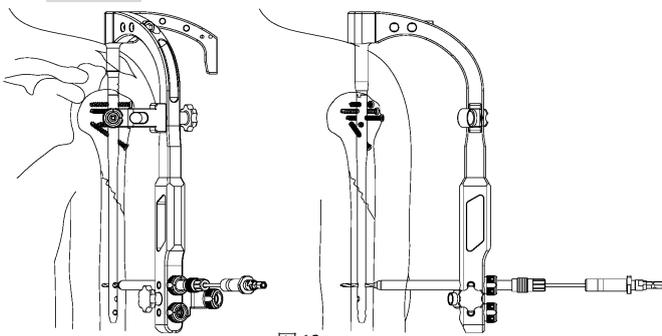

図 13
- 7) 遠位部にスクリーを挿入します。各スリーブをロックして固定した後、コーティカル SW ドリルにて 1 穴目をドリリングします。(図 13)